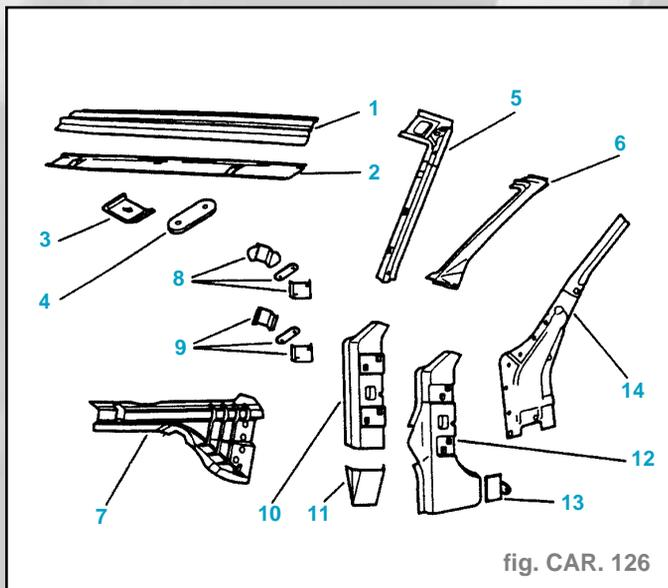

fig. CAR. 126
• **Composition** (fig. CAR 126)